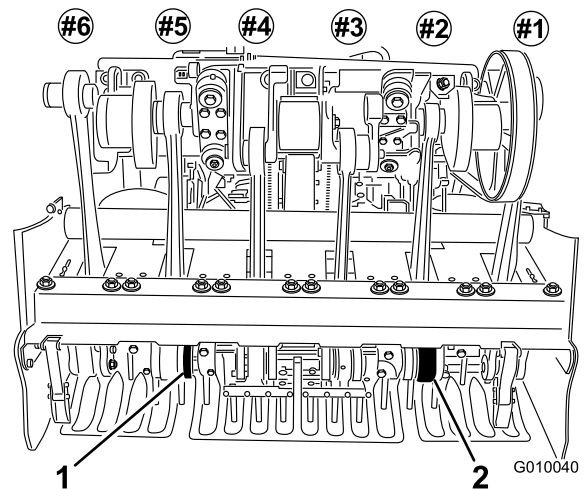

Bild 27
6. Setzen Sie Tines in den zweiten und fünften Tines-Halter ein (Bild 27). Ziehen Sie die Schrauben fest.